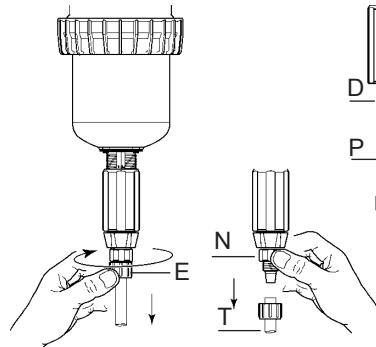

Fig. 16
- Desenroscar la tuerca (Fig. 16-E) y retirar el tubo de aspiración (Fig. 17-T).